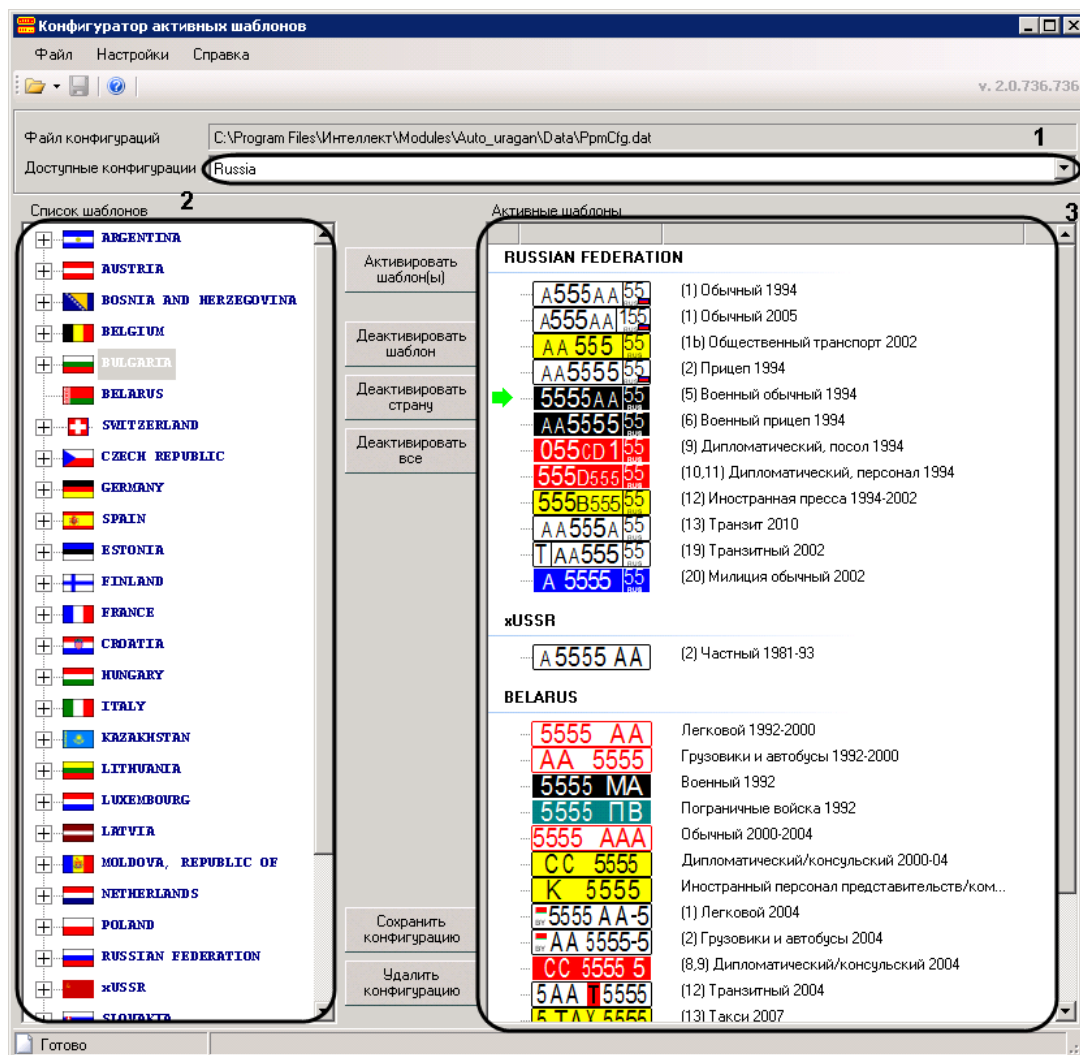

Рис. 13.3—5 Выбор конфигурации из списка
2. В поле «Список шаблонов» отобразится список доступных шаблонов (см. Рис. 13.3—5, 2).
3. В поле «Активные шаблоны» отобразится список шаблонов выбранной конфигурации (см. Рис. 13.3—5, 3).